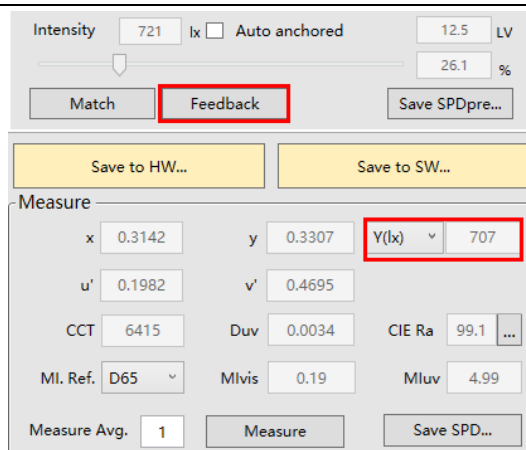
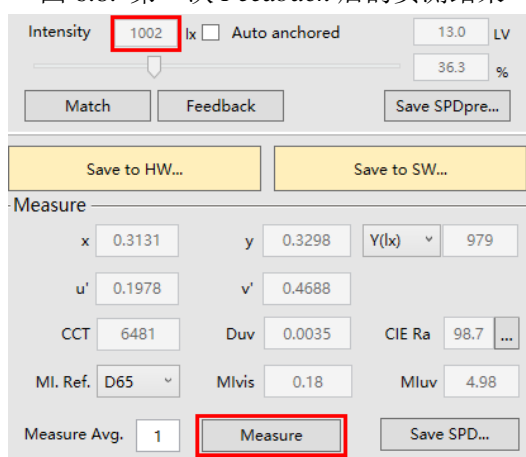

图 6.8. 第一次 *Feedback* 后的实测结果
图 6.9. 第二次调节亮度后的实测结果
- 7) 点击 *Feedback* 后，详见图 6.8，实测色温为 6415K、显色指数 99.1、照度 707lx；再次调节预测亮度至 1002lx，实测色温为 6481K、显色指数 98.7、照度 979lx，见图 6.9；第三次调节预测亮度至 1027，实测色温为 6502K、显色指数 98.7、同色异谱指数 0.19、照度为 1000lx，满足要求；若第三次调节亮度后色温偏差较大，则可再次使用 *Feedback*，并多次调节亮度直至达到目标参数；